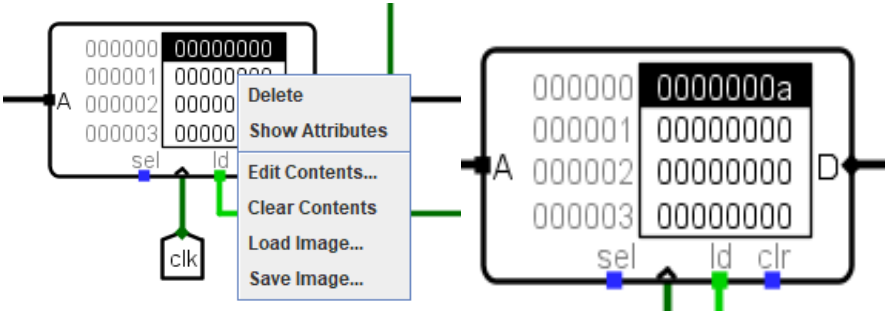

图 8 在第 0 单元设置参数
2) 在 CPU 电路图中, 选中数据存储器 RAM, 用鼠标右键点击, 选择 Edit Content, 在 0x0000 位置处, 写入参数值 n (如 0xa)。如图 8 所示。